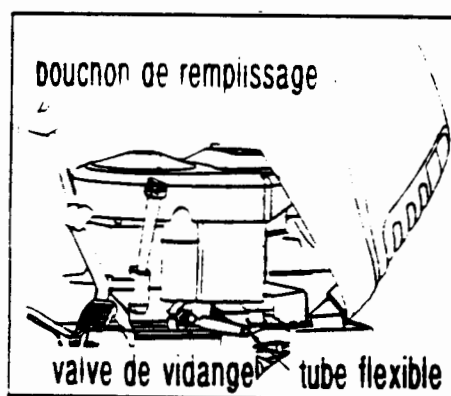

figure 13
- Retirez le bouchon de plastique protégeant la valve de vidange. Ceci exposera l'orifice de vidange.(voir figure 13)